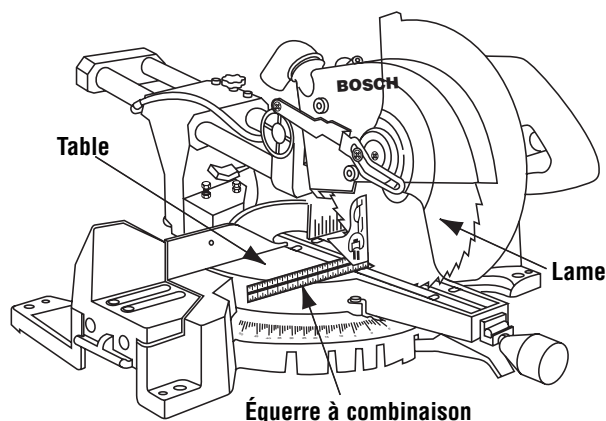

Figure 5. Lame d'équerre par rapport à la table
3. Abaissez la lame et engagez la cheville de blocage. Utilisez une équerre à combinaison pour vérifier si la lame est d'équerre par rapport à la table. Placez l'équerre sur la table et pressez-la contre la lame. Si la lame ne vient pas en contact avec toute la longueur de l'équerre (Figure 5), suivez la procédure d'alignement décrite ci-après.